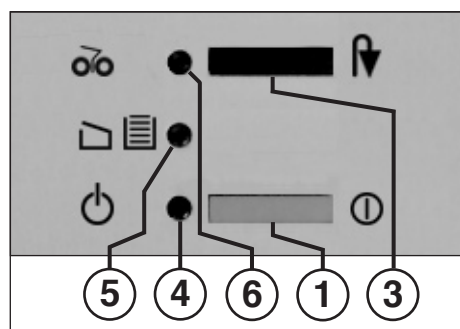

Fig. 1
#### 1 = Pulsante (Fig. 1)
#### 3 = Pulsante (fig. 1)
#### 4 = Spia di controllo (Fig. 1)
#### 5 = Spia di controllo (Fig. 1)
#### 6 = Spia di controllo (Fig. 1)
- Inserire la macchina tramite il pulsante (1) (fig. 1). La spia di controllo (4) (Fig. 1) si accende.
Se il contenitore di raccolta è pieno, la macchina si spegne. La spia di controllo „Contenitore colmo“ / „Portello aperto“ (5) (fig. 1) lampeggia. Contemporaneamente, a dimostrazione che la taglierina è ferma, lampeggia la spia di controllo „Inceppamento“ / „Stop“ (6).
- Infilare nella macchina il telaio scorrevole con il sacco di raccolta e chiudere lo sportello. La spia di controllo (5) (Fig. 1) si spegne.
- Premere brevemente il pulsante „Indietro“ / „Stop“ (3). La taglierina trincia ciò che rimane nel vano di alimentazione e si disattiva. La spia di controllo (6) si spegne. Si può ora proseguire con l'ulteriore trinciatura.
- La spia di controllo (6) (Fig. 1) si accende.
- Premere **a lungo** il pulsante „Indietro“ / „Stop“ (3) e, contemporaneamente, prendere dalla macchina la carta restituita.
- Dopo il ritiro la taglierina si sposta automaticamente in avanti, trincia ciò che rimane nel vano di alimentazione e si disattiva. La spia di controllo (6) (fig. 1) si spegne.
- Nota:** se non è possibile il ritiro dovrà essere nuovamente premuto brevemente il pulsante „Indietro“ / „Stop“ (3). La taglierina ripeterà automaticamente la procedura prima descritta per le volte necessarie a far passare la carta rimanente nella taglierina.
Sollecitando il motore oltre i limiti avviene il blocco. Disinserire la macchina tramite il pulsante (1) (Fig. 1).